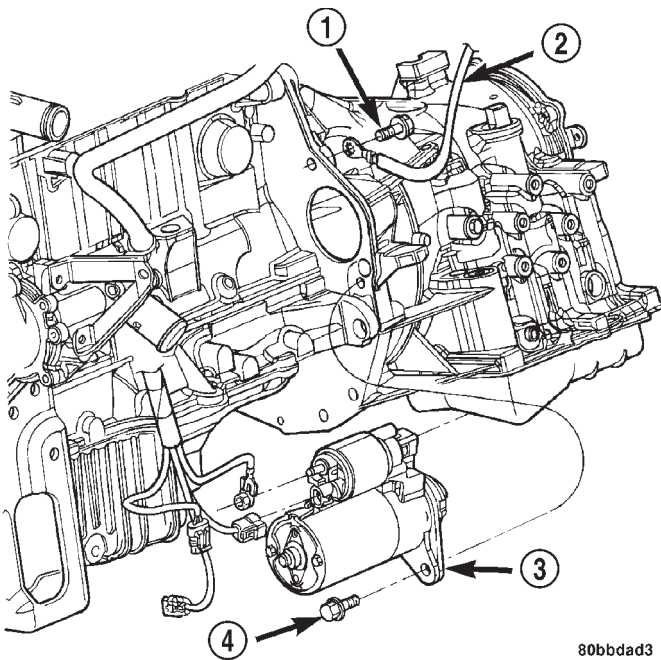
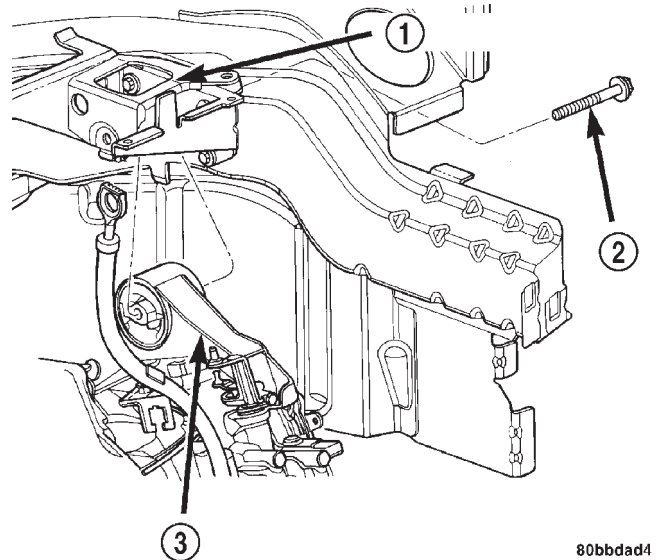

Fig. 8 Desmontaje e instalación del motor de arranque—Característico
Fig. 9 Perno pasante del soporte superior del transeje—Característico
(18) Retire el motor de arranque (Fig. 8).
(19) Retire los pernos de la placa de mando al módulo de embrague.
(20) Apoye el motor en el colector de aceite sobre un gato de tornillo y un taco de madera.
(21) Retire el perno pasante del soporte superior del transeje. Se puede acceder a este perno a través del hueco de la rueda del lado del conductor (Fig. 9).
(3) Eleve el motor y el transeje sobre un gato de tornillo hasta que el orificio del perno pasante del soporte superior esté alineado con el orificio de la ménsula de soporte. Instale el perno de instalación y apriételo con una torsión de 108 N·m (80 lbs. pie) (Fig. 9).
(4) Retire el gato de tornillo.
(5) Instale los pernos de la placa de mando al módulo de embrague y apriételos con una torsión de 88 N·m (65 lbs. pie).
(6) Instale el motor del motor de arranque y apriete los pernos con una torsión de 54 N·m (40 lbs. pie). Asegúrese de fijar el cable de masa en el perno superior del motor de arranque como se indica en la (Fig. 8).
(7) Conecte el mazo eléctrico del motor de arranque y apriete la tuerca del cable positivo con una torsión de 10 N·m (90 lbs. pulg.).